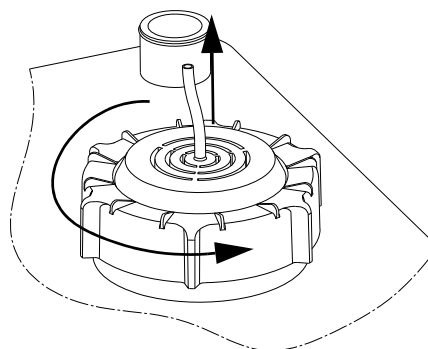

Fig. 11 Démontage du capteur de niveau
2. Desserrer le bouchon vissé en le tournant dans le sens anti-horaire. Voir fig. 11.